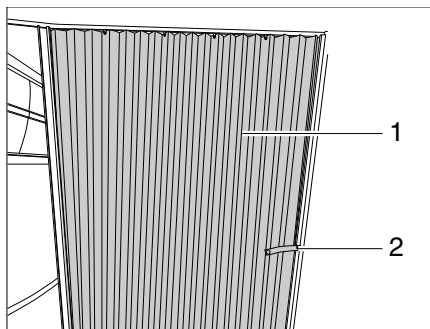

Bild 81 Faltporhang
- Das Sicherungsband (Bild 81,2) lösen.
- Faltporhang (Bild 81,1) in Schließstellung ziehen.
- Faltporhang (Bild 81,1) in die Öffnungsposition führen.
- Faltporhang mit dem Sicherungsband (Bild 81,2) befestigen.